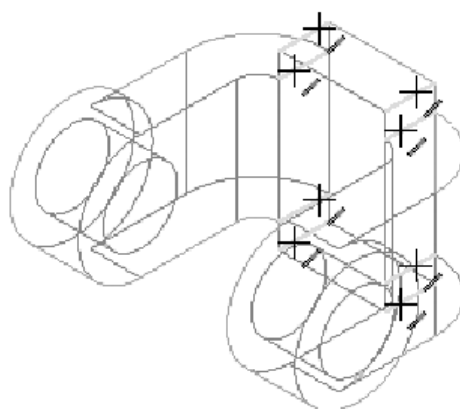

Рисунок 31.
3. Укажите восемь ребер на основании (рис. 31).